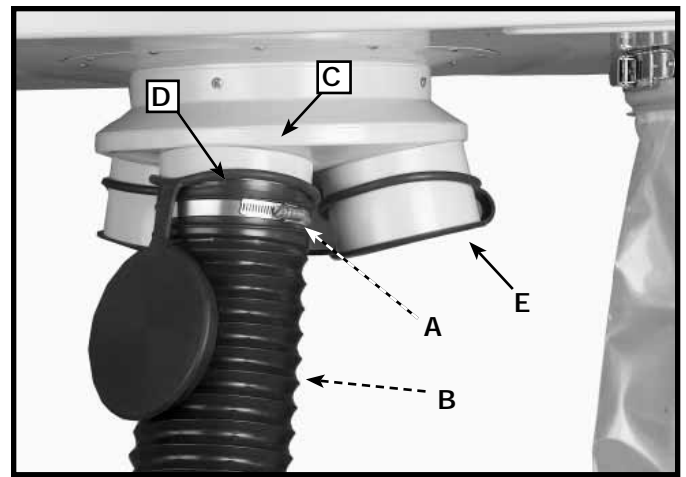

Fig. 13
Pour l'assemblage du tuyau collecteur de 12,7 cm (5 po) au module moteur-souffleur, attacher lâchement le collier de serrage du tuyau (A) fig. 13, autour d'une extrémité du tuyau flexible (B) et raccorder le tuyau à la goulotte à poussière (C). Serrer le collier de serrage du tuyau (A). Assembler l'autre collier de serrage à l'autre extrémité du tuyau flexible et le raccorder à la machine de travail du bois.
REMARQUE : ne pas utiliser le dépoussiéreur avec l'une des goulottes à poussière (C) fig. 13, sans capuchon ou tuyau. Pour couvrir un trou sans tuyau, insérer le capuchon plat d'admission (E) sur la goulotte à poussière comme indiqué à la figure 13.